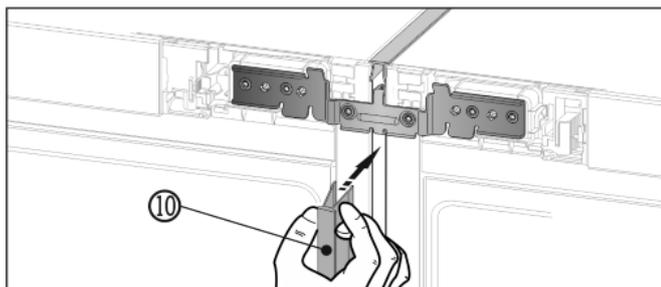

Fig. 14
- Sul lato anteriore premere il coprifuga Fig. 14 (10) lungo nella fessura verticale. Prestare attenzione in modo che il listello poggi sulla lamiera di collegamento.